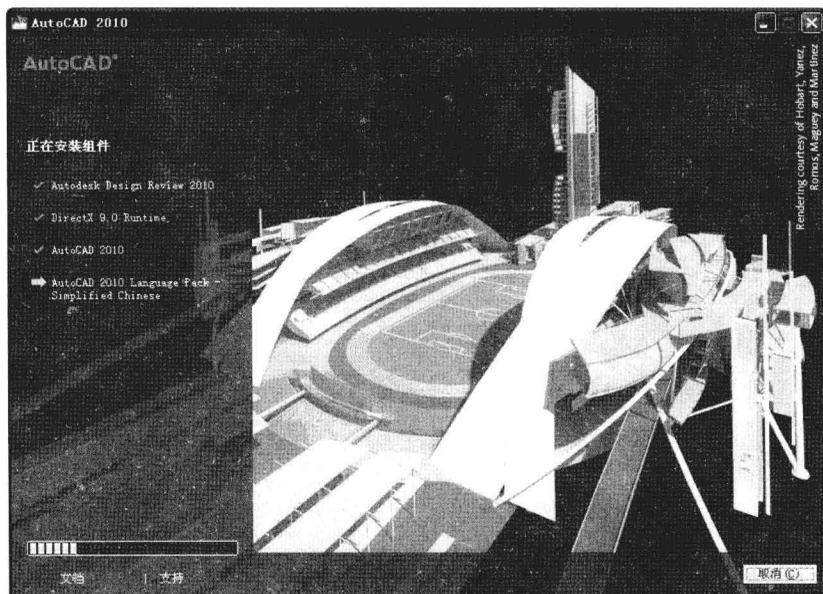

图 1-2-7
(7) 在查看 - 配置 - 安装界面中, 单击“安装”按钮, 开始安装软件, 如图 1-2-7 所示